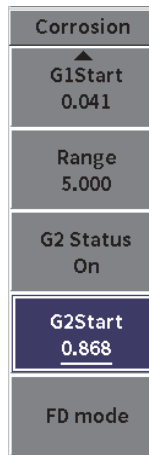

Abbildung 11-45 Seitliche Menüleiste unter Corrosion (G2Start)
1. In der seitlichen Menüleiste unter Corrosion heben Sie **G2Start** hervor (siehe Abbildung 11-45 auf Seite 235).